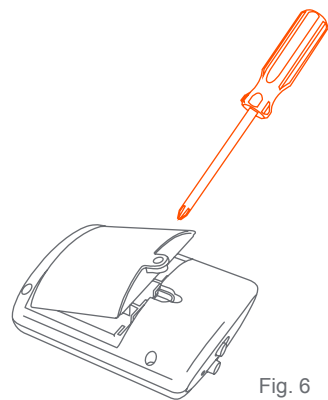

Fig. 6
- 6) • Remove the battery cover using a Philips screwdriver (Fig. 6). Install three size C batteries and replace the battery cover. Do not overtighten the screw.
- Use un destornillador Phillips para retirar la cubierta de las pilas (Fig. 6). Instale tres pilas tamaño C y reemplace la cubierta de las pilas. No ajuste de más el tornillo.
- Utilisez un tournevis cruciforme pour enlever le couvercle des piles (Fig. 6). Installez trois piles taille C, puis remplacez le couvercle des piles. Ne pas trop serrer la vis.